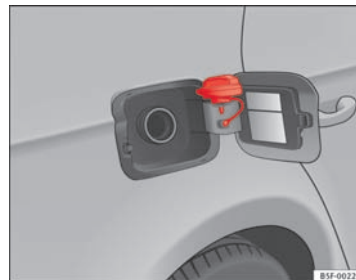

Fig. 106 Tankklap med tandæksel
- Placer dækslet i udskæringen, der befinder sig i hængslet på den åbne tankklap ⇒ Fig. 106.